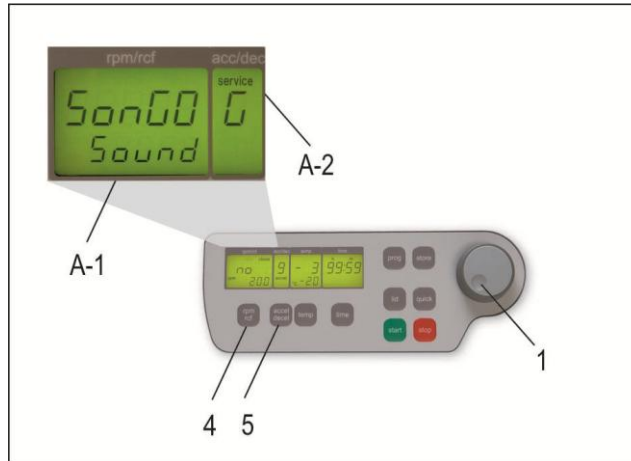

Abbildung 7
Öffnen Sie wie unter Punkt 1.8.1 beschrieben das Menü „Grundeinstellungen“. Danach drücken Sie die Taste „accel/decel“ (5). Im Anzeigenfeld „accel/decel“ (A-2) blinkt der Schriftzug „service“. Wählen Sie nun mit dem Einstellregler (1) den Buchstaben „G“. Daraufhin erscheint im Anzeigenfeld „rpm/rcf“ (A-1) der Schriftzug „SonGo/Sound“. Nachdem Sie die Taste „rpm/rcf“ (4) gedrückt haben, kann mit dem Einstellregler (1) eine Melodie unter Zahlen von 0 bis 9 ausgewählt werden. (siehe Abbildung 7). Nach dem Speichern kommen Sie durch kurzes Ausschalten der Zentrifuge wieder in den normalen Betriebsmodus zurück.